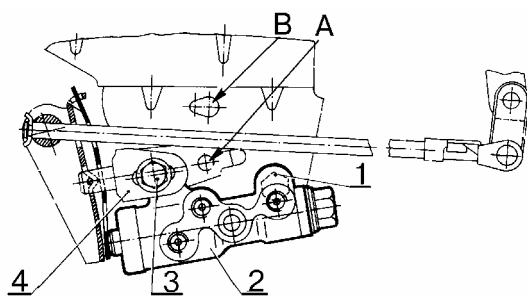
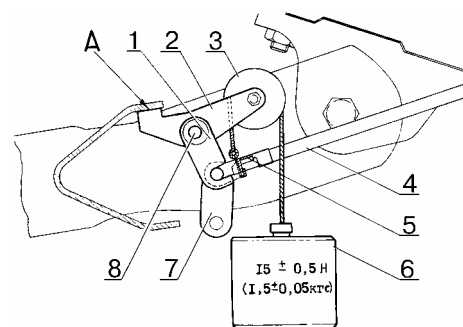

Рис. 50.
Рис. 49.
- установить между рычагами задней подвески и кузовом две штанги 1, рис. 49, для фиксации кузова в данном положении (штанга 67.7834-9512/40-2 шт.);
- отсоединить серьгу 7, рис. 49, от пальца 8 кронштейна рычага задней подвески и опустить серьгу вниз (отвёртка плоская, плоскогубцы);
- установить на палец 8 опору 2. Упор "А" опоры 2 должен упираться в полку соединителя рычагов задней подвески, как показано на рис. 49 (опора 67.7834-9512-10);
- установить на палец 8 шаблон 1. При правильной регулировке привода регулятора давления рычаг 4 должен входить в паз шаблона 1, как показано на рис. 49. При необходимости отрегулировать привод (шаблон 67.7834-9512-01);
- ослабить болты 1 и 3, рис. 50 (ключ гаечный 13);
- переместить кронштейн 4 влево или вправо до положения, при котором рычаг 4, рис. 49, войдет в паз шаблона 1. Затянуть болты 1 и 3, рис. 50, в этом положении (ключ гаечный 13);
- снять приспособление и установить серьгу 7, рис. 50, на палец 8 (отвёртка плоская, плоскогубцы);